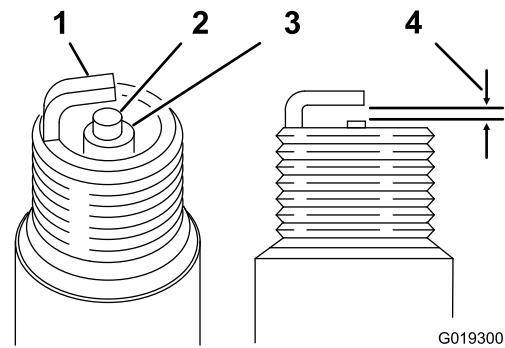

Figure 42
5. Réglez l'écartement des électrodes centrale et latérale de chaque bougie à 0,76 mm (0,030 po); voir Figure 42. Montez les bougies avec l'écartement correct et un joint d'étanchéité, et serrez-les à 22 N·m (16 pi-lb).